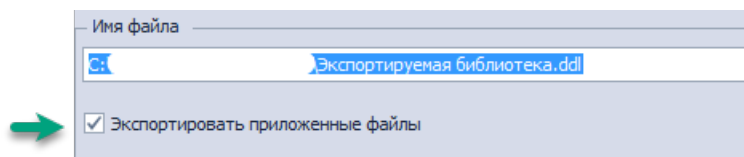

Рис. 35 Добавление в экспорт приложенных данных из библиотеки
4. Отметить флажком поле «Экспортировать приложенные файлы», если требуется вместе с описанием компонентов экспортировать приложенные данные (файлы), см. Рис. 35. Приложенные данные описаны в разделах Структура библиотеки и Файлы.